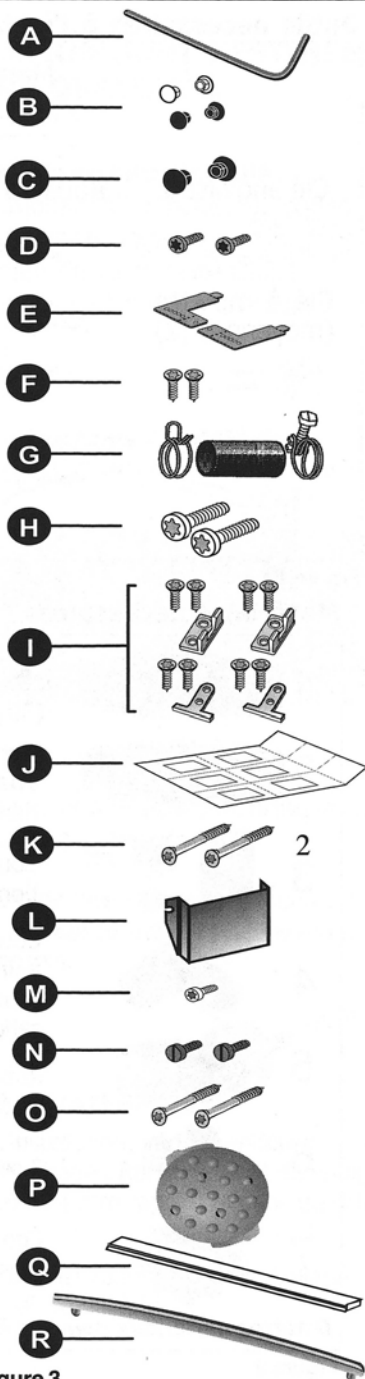
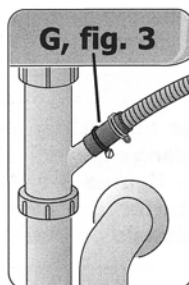

Figure 3
Figure 14
Les pièces fournies avec le lave-vaisselle sont dans un ou plusieurs sacs en plastique. S'assurer que toutes les pièces sont incluses. Voir figure 3. S'il manque des pièces, communiquer immédiatement avec le marchand.
- Insérer les vis de fixation (voir figure 3) dans les trous des fixations. Voir figure 10A ou 10B.
- Utiliser les pinces à tuyau et le tuyau de connexion en caoutchouc (figure 3) pour bancher le tuyau de vidange à l'évier, au broyeur ou à l'intervalle d'air (figure 14).